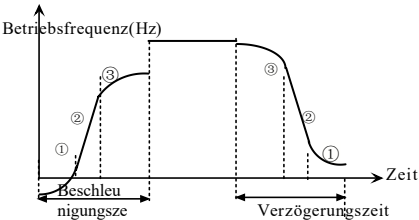

Abb. 5-1-6 S-Kurve Beschleunigung und Abbremsung
Der Beginn der S-Kurven-Periode ist in Abb. 5-1-6 (①) dargestellt, wo die Steigung der Ausgangsfrequenz von 0 allmählich ansteigt.
Die Periode der ansteigenden S-Kurve ist in Abb. 5-1-6 (②) dargestellt, wobei die Steigung der Ausgangsfrequenzänderung konstant ist.
Das Ende der S-Kurven-Periode ist in Abb. 5-1-6 (③) dargestellt, wo die Steigung der Ausgangsfrequenzänderung allmählich auf Null zurückgeht.